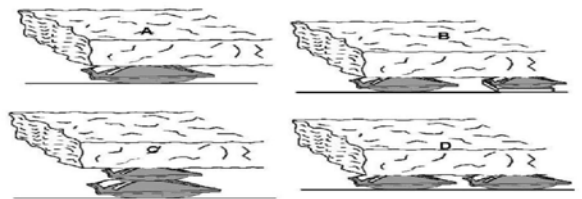

Abbildung 2-4. Hebekissen stapeln und Tandem-Kombination
f. Durch das Stapeln von zwei Hebekissen aufeinander wird nicht die Hubkraft verdoppelt, sondern nur die Hubhöhe vergrößert. Die Hubkraft wird durch die kleinere Kissenkapazität gesteuert. Verwenden Sie Hebekissen Seite an Seite, um additiv die Kapazität erhöhen, indem Sie die Hebekissen gleichzeitig befüllen. (Abbildung 2-4)